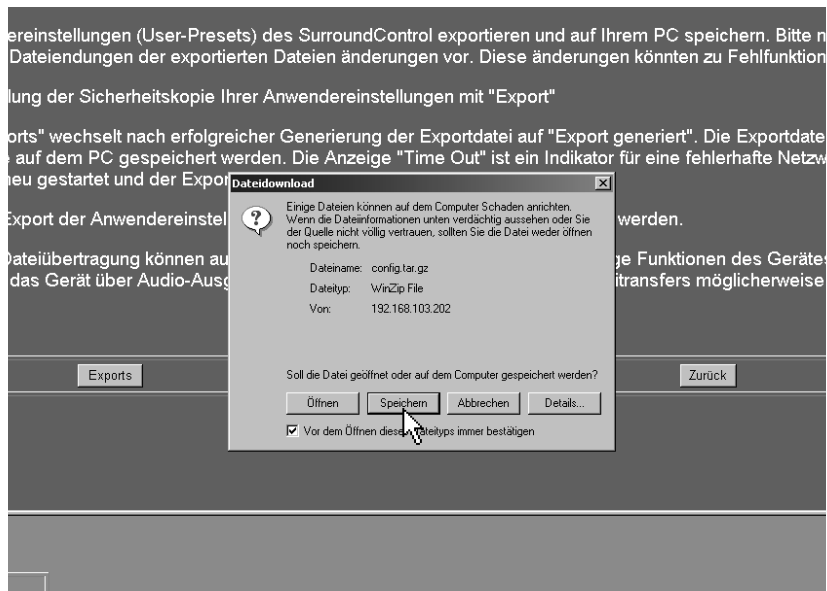

Bild 5-6: Dialog „Dateidownload“
- Das Dialogfeld für den Dateidownload erscheint. Klicken Sie auf „Speichern“ (siehe Bild 5-6).